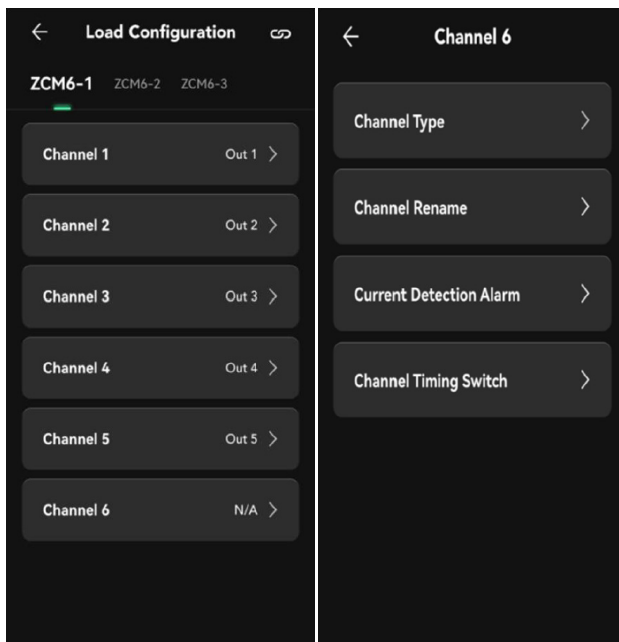

Figura 15: Configuración de carga
- Los usuarios pueden configurar cada canal de carga por separado. Haga clic para acceder a la interfaz de configuración de cada canal, tal y como se muestra en la figura 15: